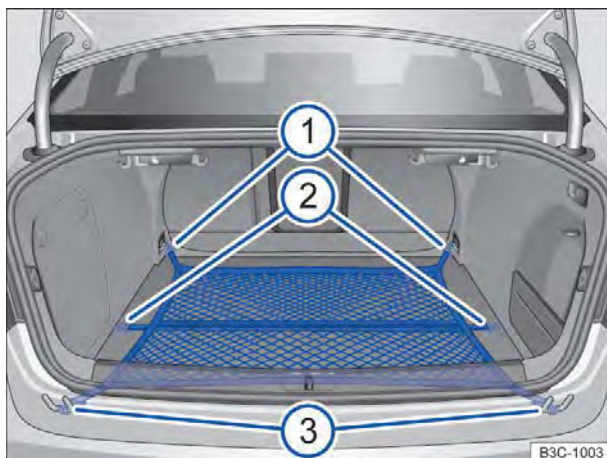
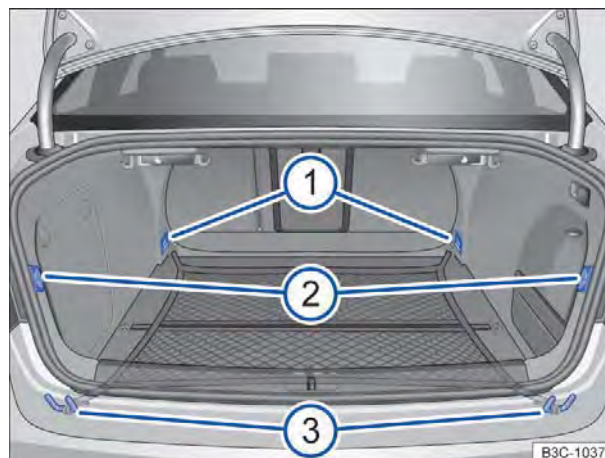

Fig. 105 No compartimento de bagagem: rede para bagagem presa de forma plana.
Fig. 106 No compartimento de bagagem: olhais ① e ③, bem como suporte ② para prender a rede para bagagem.
- Prender os ganchos $\Rightarrow$ Fig. 105 ① da rede para bagagem nos olhais de amarração no encosto do banco traseiro $\Rightarrow$ Fig. 106 ① $\Rightarrow$. O zíper da rede para bagagem deve estar voltado para cima.
- Prender os ganchos $\Rightarrow$ Fig. 105 ③ nos olhais de amarração $\Rightarrow$ Fig. 106 ③ no canto do compartimento de bagagem.
- Prender os ganchos curtos $\Rightarrow$ Fig. 105 ② da rede para bagagem nos suportes $\Rightarrow$ Fig. 106 ② $\Rightarrow$. O zíper da rede para bagagem deve estar voltado para cima.
- Prender os ganchos $\Rightarrow$ Fig. 105 ① e ③ nos olhais de amarração $\Rightarrow$ Fig. 106 ③.